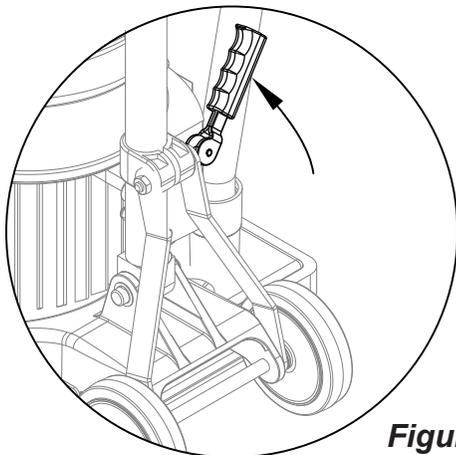

Figura 1
2. Eleve y bloquee la manija en posición vertical. Para trabar el mango, tire hacia arriba de la palanca de liberación del mango (Consulte la Figura 1).